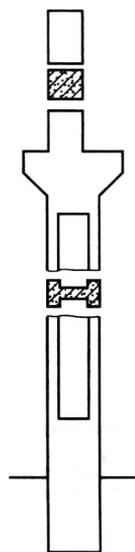

图 1-19 中断断面图
(3) 中断断面图 把物体分开，断面图画在分开处即得到中断断面图，如图 1-19 所示。重合断面图和中断断面图都省去了标注符号，更便于查阅图样。